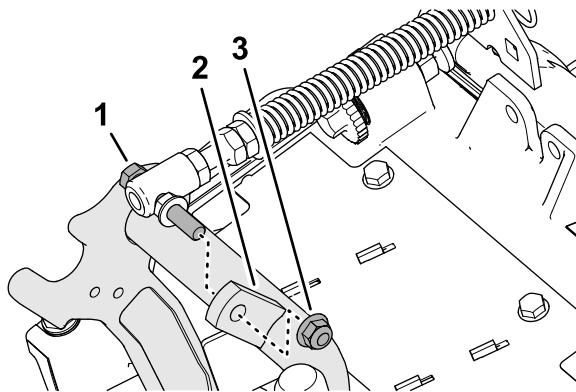

图 9
3. 拆下将草坪补偿弹簧的平头螺丝固定到承载架右侧凸耳的凸缘锁紧螺母 $\frac{3}{8}$ 英寸然后从滚刀组上拆下补偿弹簧图 9。